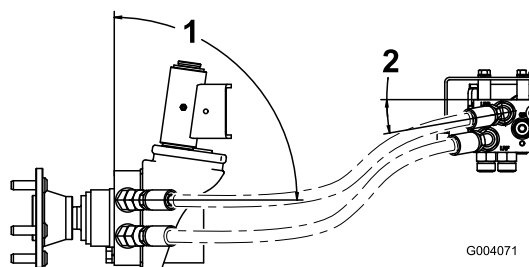

Figura 7
2. Encaminhe as 2 mangueiras esquerdas para o motor da roda esquerda. Ligue a mangueira superior do coletor à união superior do motor da roda e a mangueira inferior do coletor à união inferior do motor da roda (Figura 7). Se as mangueiras não forem encaminhadas apropriadamente, podem vir a entrar em contacto com os pneus ou pára-choques traseiro o que irá causar danos às mesmas.